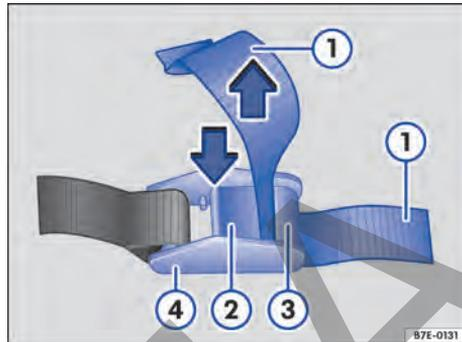

Fig. 127 Apretar la cinta con hebilla.
1. Antes de apretar: Asegúrese de que la palanca → fig. 127 (2) no se encuentre encima de la carga, de bordes o de objetos que sobresalgan.
2. Presione la palanca → fig. 127 (2) de la hebilla (4) y manténgala presionada.
3. Introduzca la cinta → fig. 127 (1) de atrás hacia delante entre la palanca (2) y el puente (3).
4. Apriete la cinta → fig. 127 (1) y suelte la palanca (2).